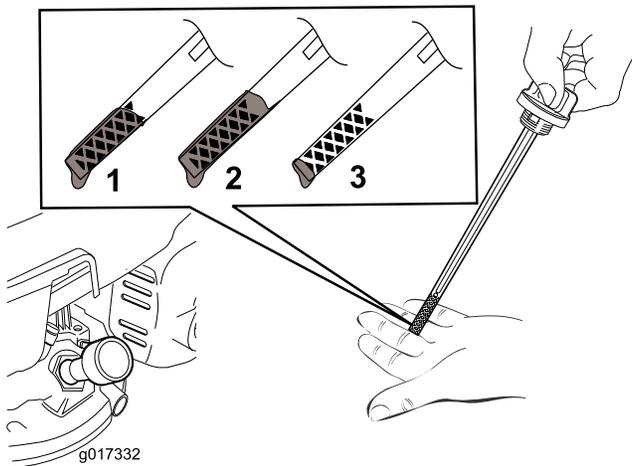

図 6
2. ディップスティックを外す 図 6。
注 ディップスティックで量を確認しながら 図 6 に示される適正量までオイルを入れる。オイルを入れすぎてしまった場合には、「エンジンオイルの交換」の項に従って余分なオイルを抜き取ってください。